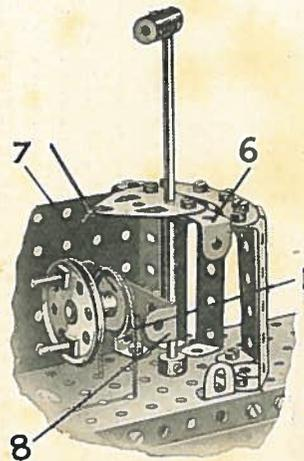

Fig. 63a
Este modelo representa un gran submarino del tipo más moderno. Se equipa de una antena, periscopio, cañón MAXIM, así como de un mecanismo de timón que es gobernado desde la torre de visión. Fig. 63A. Es una ilustración seccional de la torre de visión, en la cual figura el timón. La cuerda (1) pasa por la Polea fija de 25 m.m. (7) la que se conduce por dos Poleas libres de 25 m.m. en la Varilla de 13 c.m. (2) Fig. 63, y se dá una vuelta completa acerca de la Polea fija de 25 m.m. (3) colocada en el timón. El timón es construido por dos Viguetas Planas de 6 c.m. que son colocadas por medio de Soportes Angulares en dos Cigüeñas montadas en la Varilla (4). La Varilla pequeña que lleva la Polea (7) puede girar en una Tira Doblada de 63×12 m.m. (8) y se fija por medio de un collar con tornillo de presión. Unas Arandelas se deben de fijar entre la Polea (7) y la Tira (8).